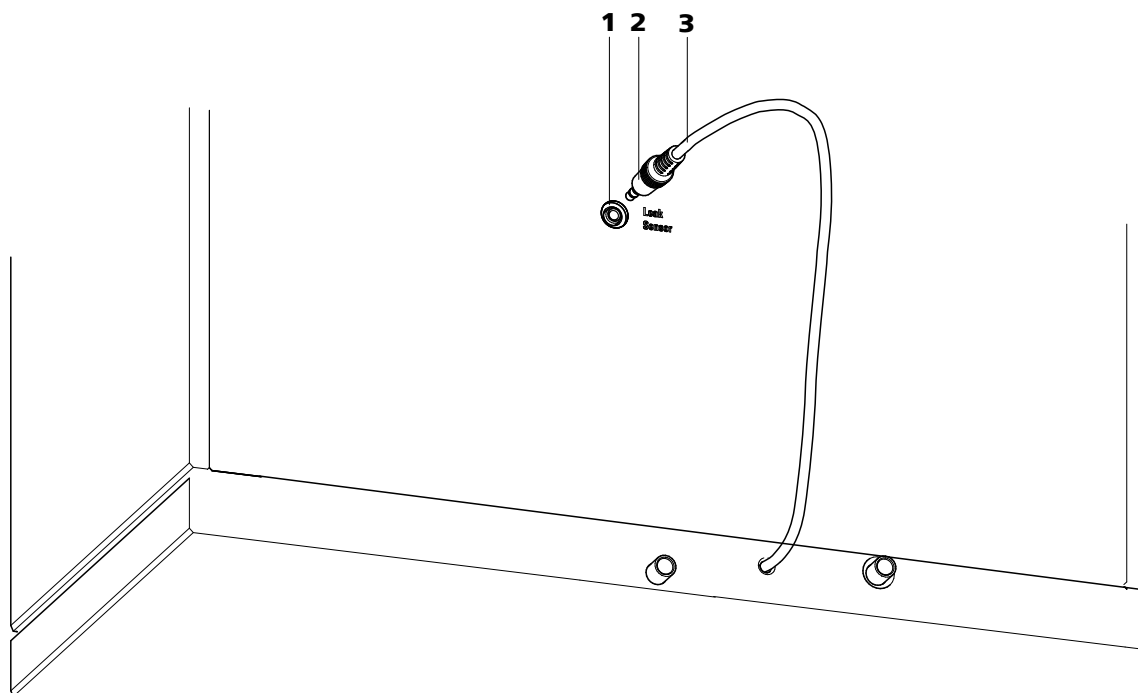

Figura 6 Conexión del detector de fugas en la parte posterior del aparato
- 1 Enchufe el enchufe macho del detector de fugas (6-2) en la toma de conexión del detector de fugas (6-1) de la parte posterior del aparato (véase figura 6, página 18).